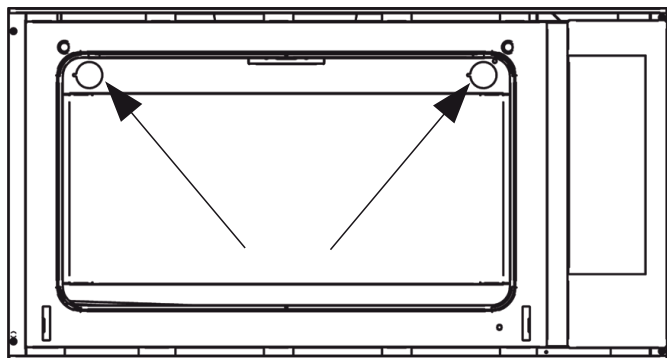

Рис. 4
**Чтобы заменить две расположенные сзади лампочки (Рис. 4):**